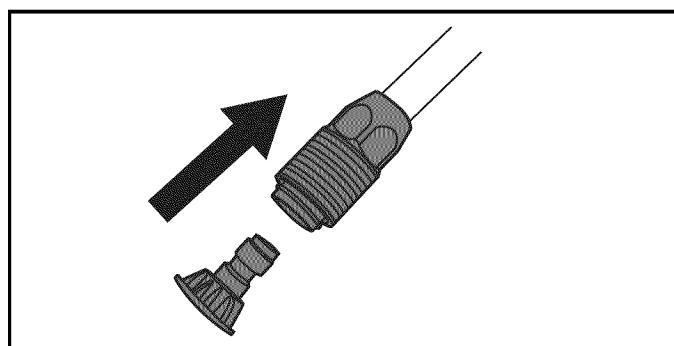
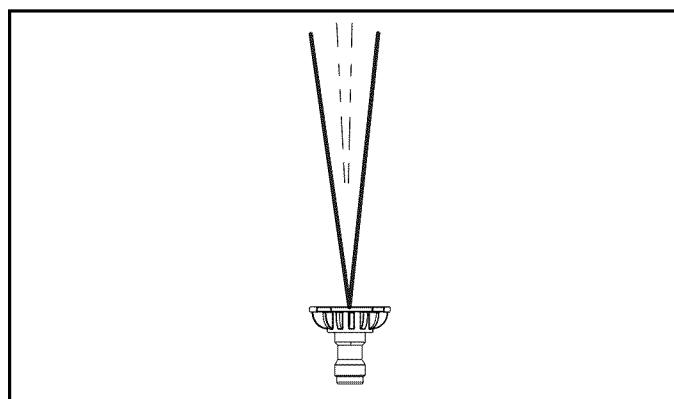

Figura 4-17. Boquillas
Figura 4-18. Boquilla de presión para lavado (Verde)
1. Tire el collar hacia atrás en la conexión rápida de la lanza (Figura 4-17) e instale la boquilla de lavado VERDE (Figura 4-18)) para las siguientes aplicaciones de limpieza.